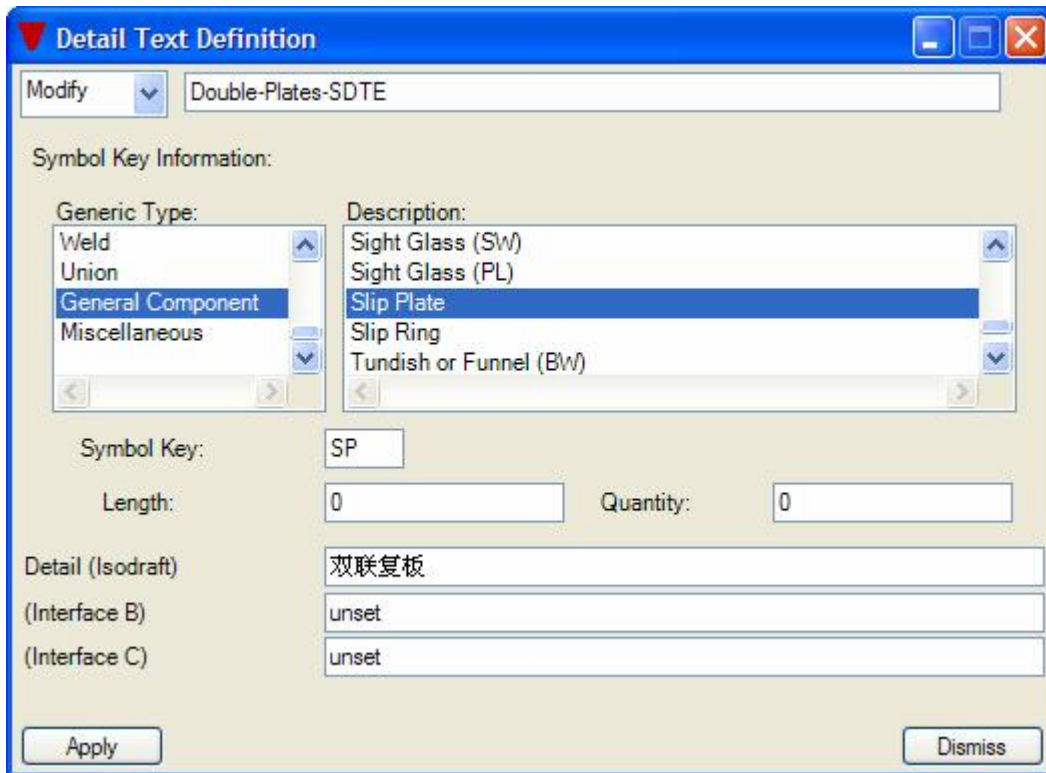

图 11 双联复板材料描述
g) 创建材料描述 (SDTE)。根据情况创建材料描述。如图 11 所示: